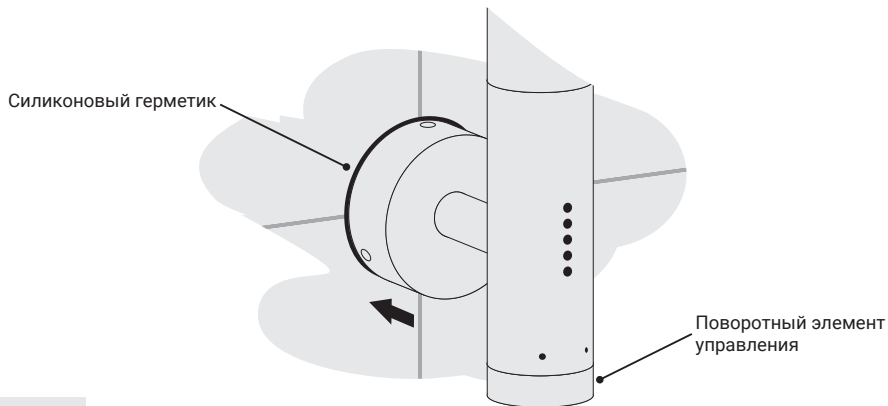

Рис.14
4.2.7. Для повышения степени защиты произвести герметизацию шва силиконовым герметиком по контуру примыкания коробки скрытого подключения и стены (рис. 14).